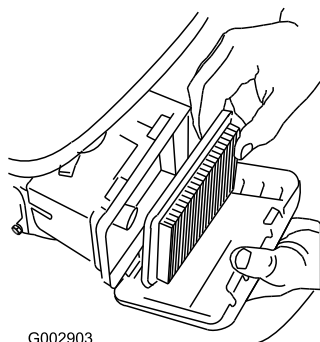

Figure 32
3. Déposez l'élément en papier du filtre à air (Figure 32).